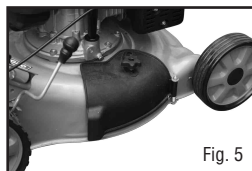

Fig. 5
- Asegúrese que la guarda lateral esté cerrada. (Fig. 5)
- Asegúrese que la guarda lateral esté cerrada. (Fig. 5).